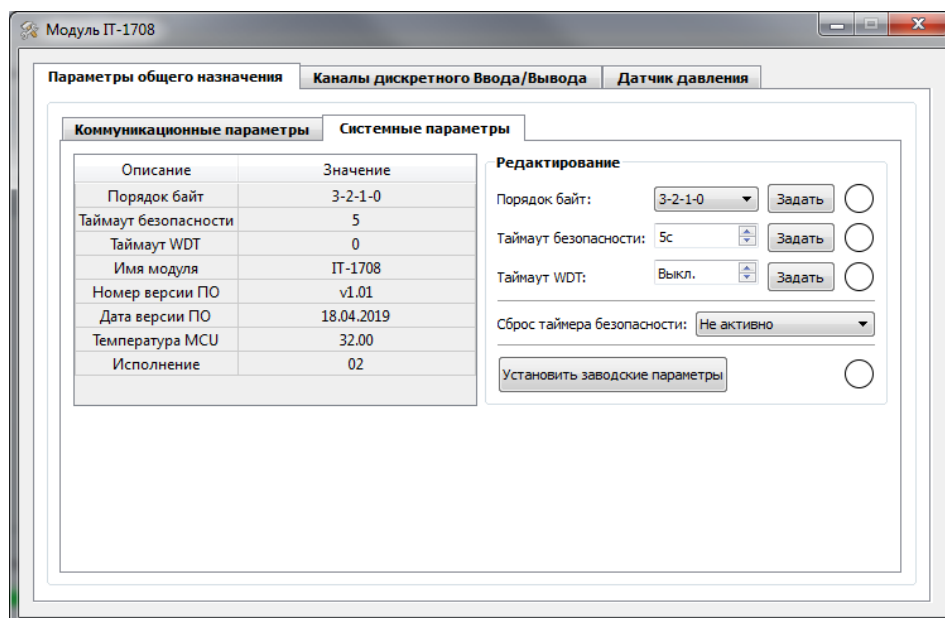

Рис.47
- Системные параметры (Рис.47)